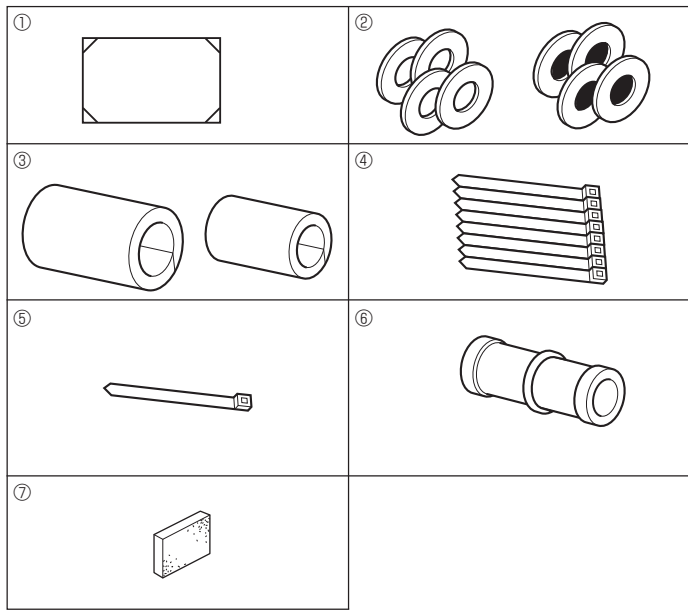

Fig. 3-1
3.1. อุปกรณ์ของเครื่องภายใน (Fig. 3-1)